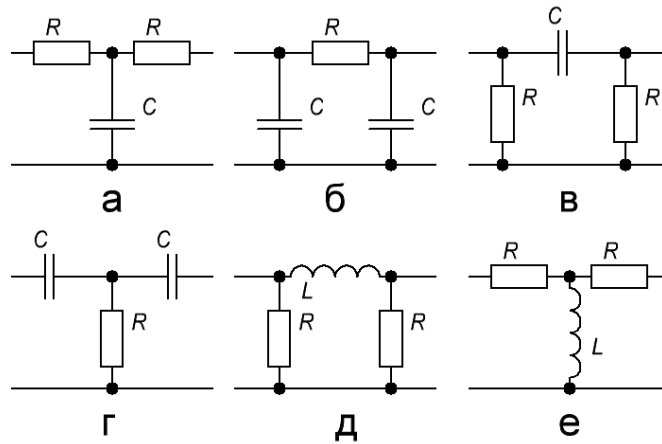

Рис.1.1– Схеми пасивних фільтрів.
1.Провести дослідження фільтрів (рис.1.1), згідно варіанта (таблиця 1.1).